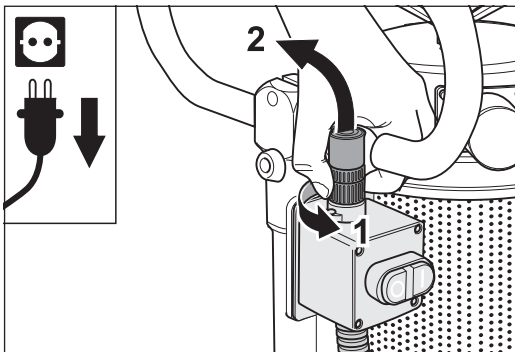

Fig. 45 Débloquez la bague filetée et retirez la fiche de câble.
- 5 Débloquez la fiche du détecteur de commutation de pression sur l'interrupteur Marche/Arrêt en tournant la bague filetée et enlevez la fiche du câble (fig. 45).